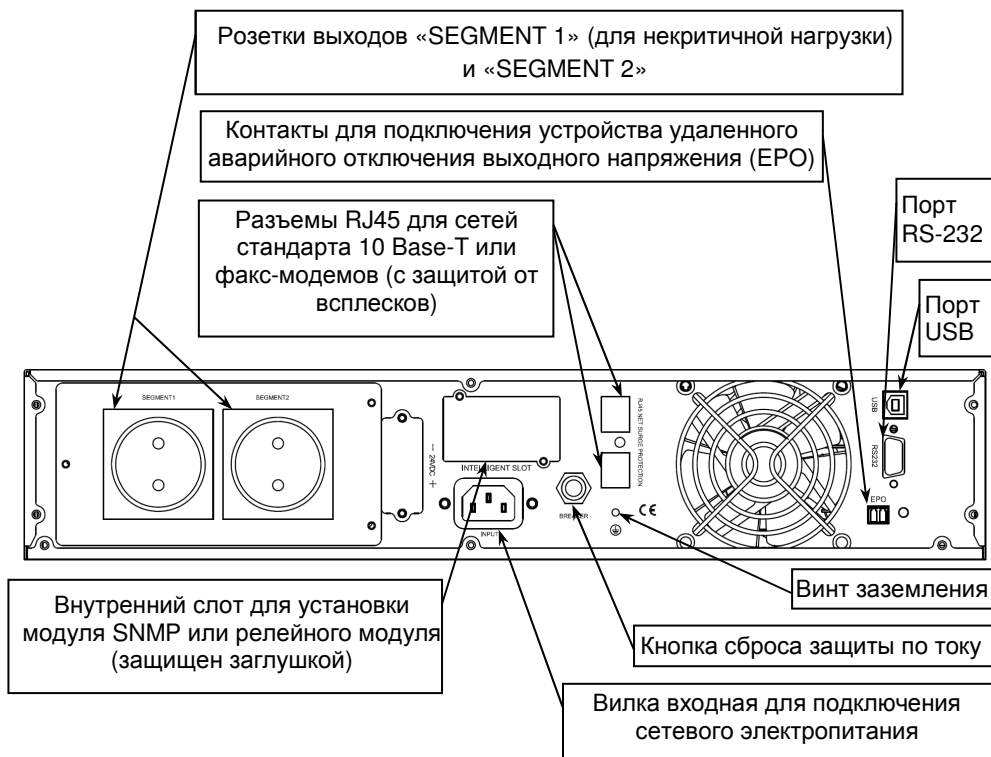

Рисунок 2 – Общий вид задней панели изделия.
На задней панели изделия расположены: входной и выходные разъемы, кнопка сброса срабатывания защиты по току (срабатывание защиты происходит при превышении уровня входного тока выше допустимого), вентиляторы охлаждения и разъемы коммутационных портов (см. рисунок 2).
Разместите изделие в шкафу и закрепите его на передних стойках. Соедините винт заземления изделия (см. рисунок 2) с контуром заземления телекоммуникационного шкафа перемычкой заземления (в комплект поставки не входит).
- Подключить к выходным розеткам изделия кабели питания нагрузок (см. рисунок 2).